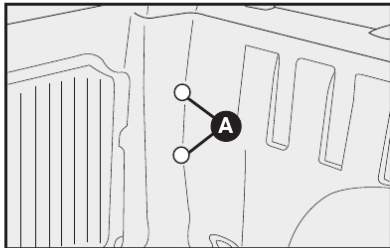

fig. 29
1) remover as tampas de borracha **A-fig. 29**, para ter acesso aos parafusos de fixação da lanterna.